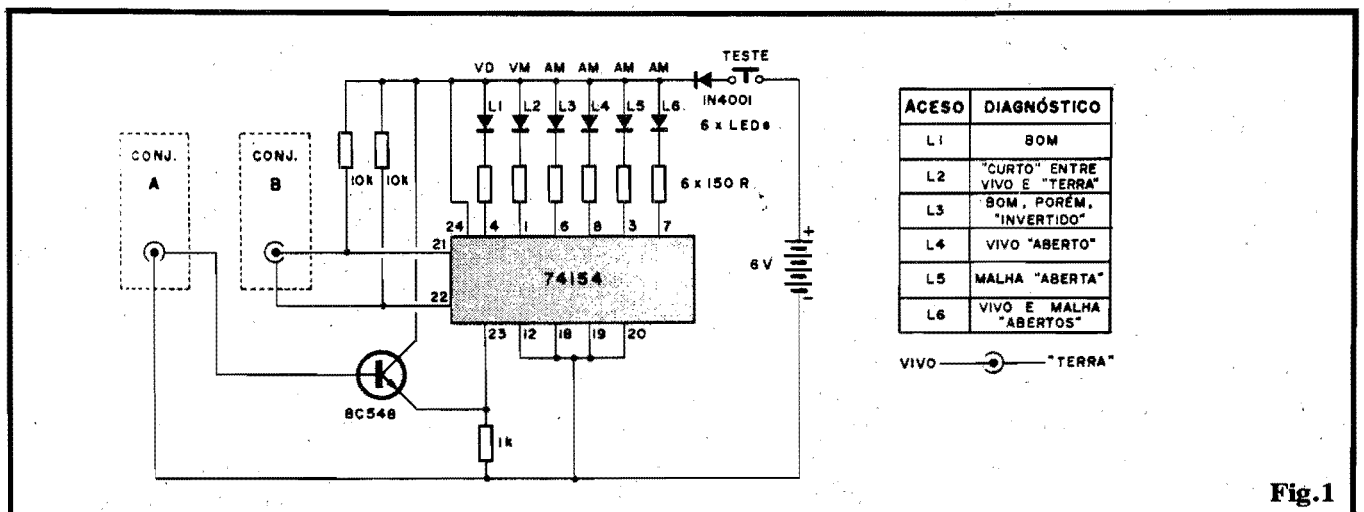

Fig.1
- FIG. 1 - O CIRCUITO - Toda a parte "ativa" do circuito está centrada num único Integrado digital da "família" TTL, meio "taludão" (24 pinos) mas de custo moderado e não difícil de encontrar: o 74154. Este é um multiple-